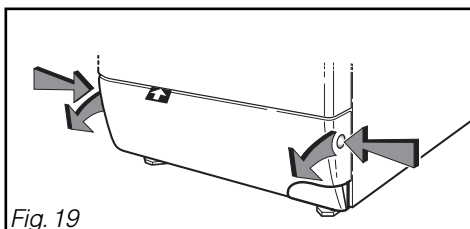

Fig. 19
- Retirez la plinthe (Fig. 19).